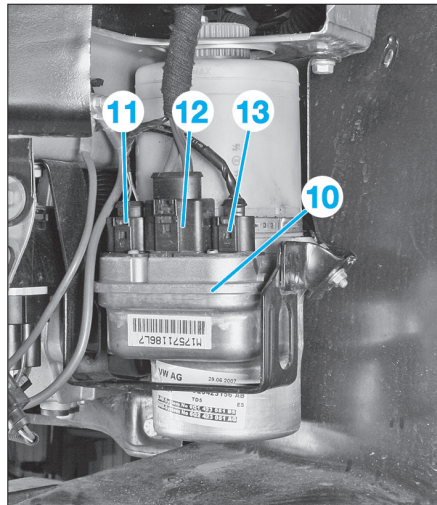

Fig. 22
- Débrancher les fiches (11), (12) et (13) du groupe (10) (Fig.22).